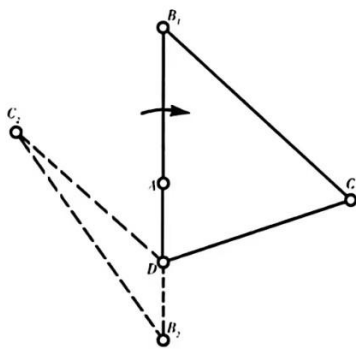

图 8-31
(2) 做出四杆机构 ABCD 主动曲柄与机架共线时的机构运动简图如图 8-31 所示